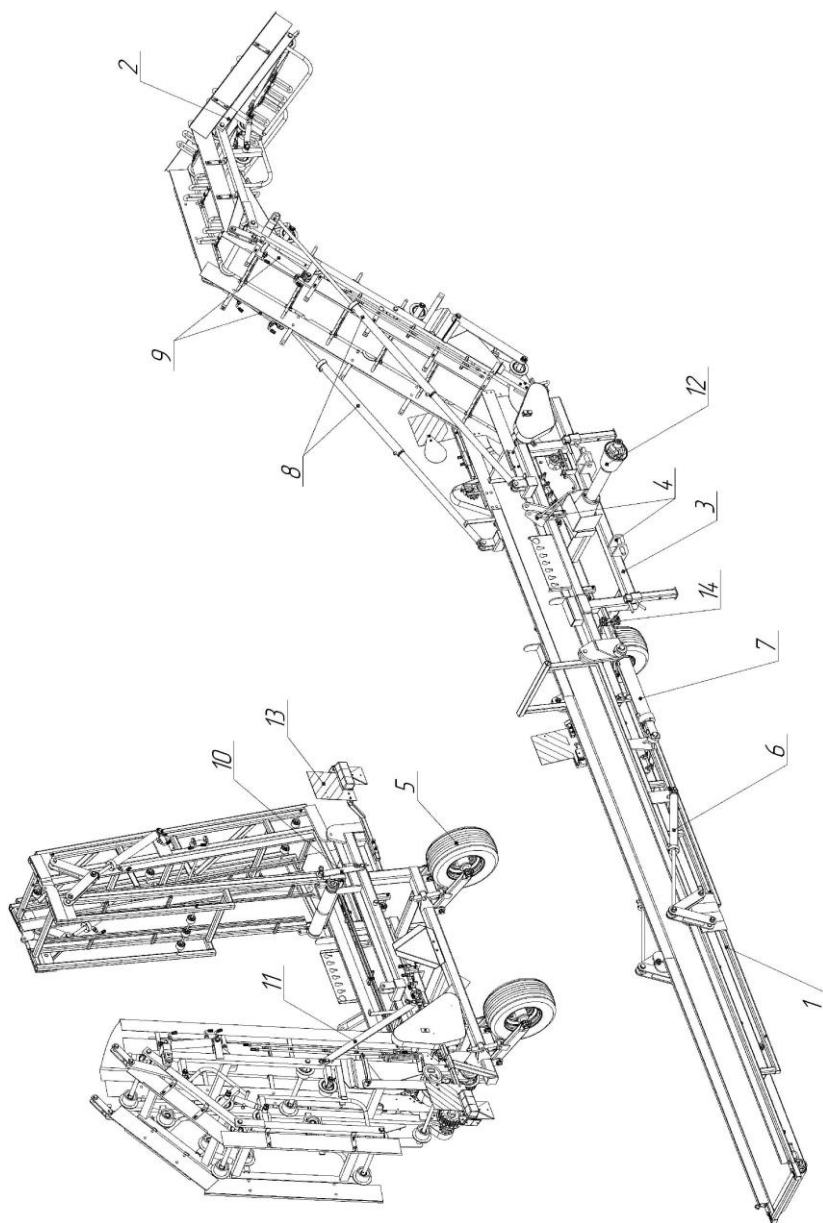
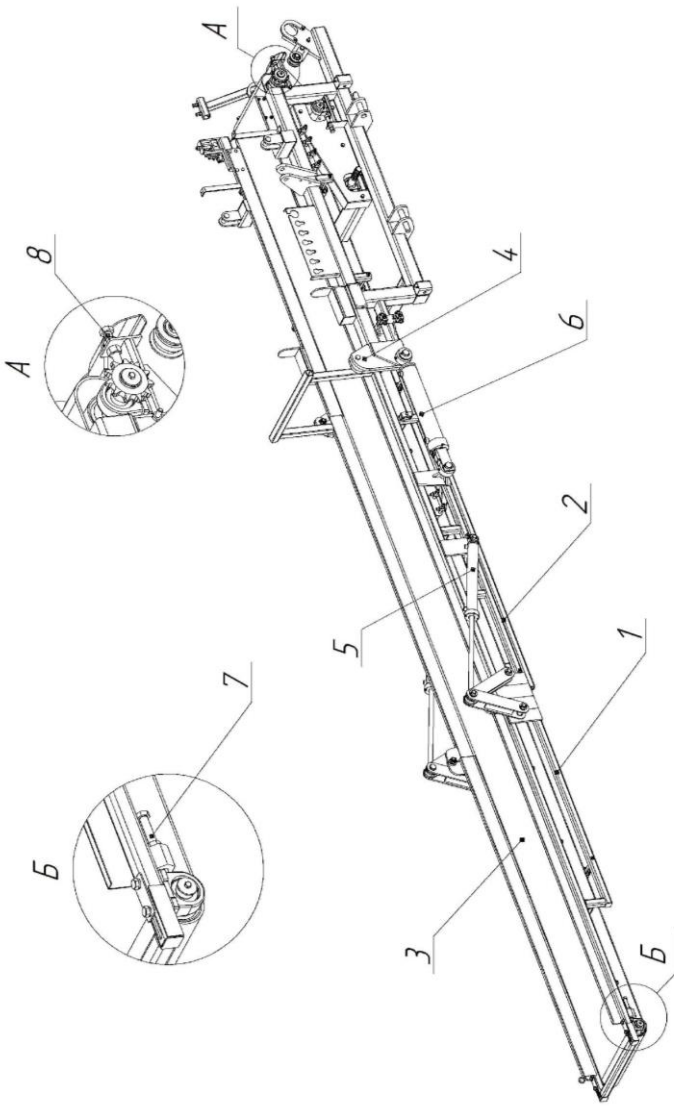

Рисунок 2 – Устройство транспортера ТПУ
Рисунок 3 – Транспортер приемный
3.1 Конструктивно транспортёр состоит из двух транспортёров приёмного поз.1 и погрузочного поз.2, размещённых последовательно и смонтированных на раме поз.3 (рисунок 2).
3.3 Транспортер приемный (рисунок 3) представляет собой ленточный конвейер, состоящий из двух складывающихся секций - корневой поз.2 и концевой поз.2 закреплённых на раме, которая одновременно является продолжением транспортёра. Регулировка натяжения ленты осуществляется при помощи двух регулировочных винтов поз.7 и 8 в рабочем положении транспортёра. Перевод транспортёра из рабочего положение в транспортное и обратно осуществляется при помощи гидроцилиндров 5 и 6. Переключение гидросистемы трактора с управления одним цилиндром на другой осуществляется двумя трёхпозиционными кранами поз.14 (рисунок 2). В транспортном положении приёмный транспортёр дополнительно фиксируется штангой поз.11 (рисунок 2).
- снять предохранительную штангу поз.11 (рисунок 2).
- установить трёхпозиционные краны поз.14 (рисунок 2) в положение управления цилиндрами поз.7 (рисунок 2).
- переключить трёхпозиционные краны в положение управления гидроцилиндром поз.6 (рисунок 2).
В транспортном положении транспортёр устанавливается на упоры и дополнительно фиксируется специальной штангой 10 (рисунок 2).